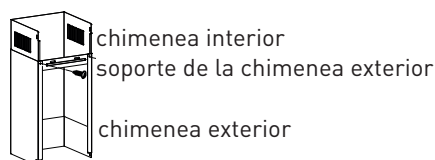

Figura 4
6. Instale el soporte de la chimenea exterior en la chimenea exterior con 2 tornillos ST4*8 mm y asegúrese de que la chimenea interior quede flexible. Véase la figura 4.